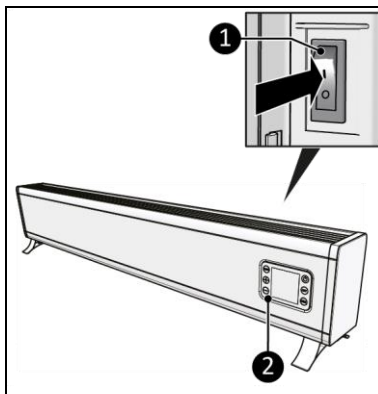

Abbildung 14
1. Stellen Sie den EIN/AUS-Schalter auf EIN (Abbildung 14, Pos. 1).
2. Die Anzeige (Abbildung 14, Pos. 2) zeigt OFF an.